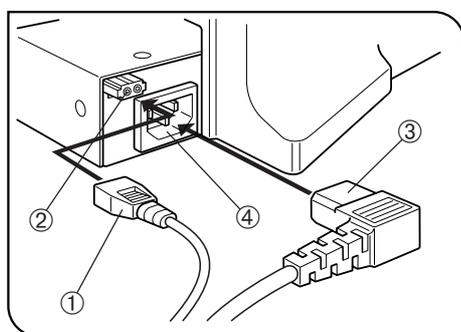

Fig. 36
(Fig. 36 & 37)
2. Brancher la prise du cordon ③ à la fiche ④. (Fig. 36)